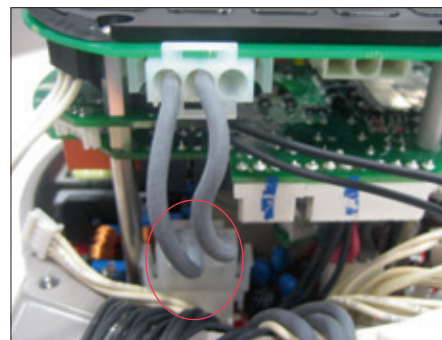

Figuur 30
- Verwijder de 3 schroeven van de logische schakeling; schroef de 3 metalen afstandstukken vast en introduceer het kunststof afstandstuk (Figuur 30).